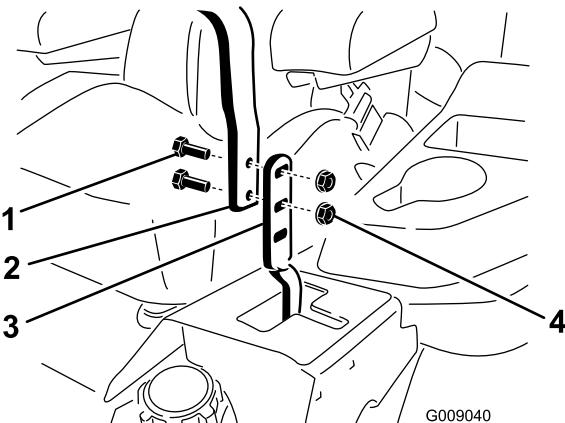

Bild 60
3. Lösen Sie die Schrauben und die Bundmuttern, die in den Hebelen installiert sind (Bild 60).